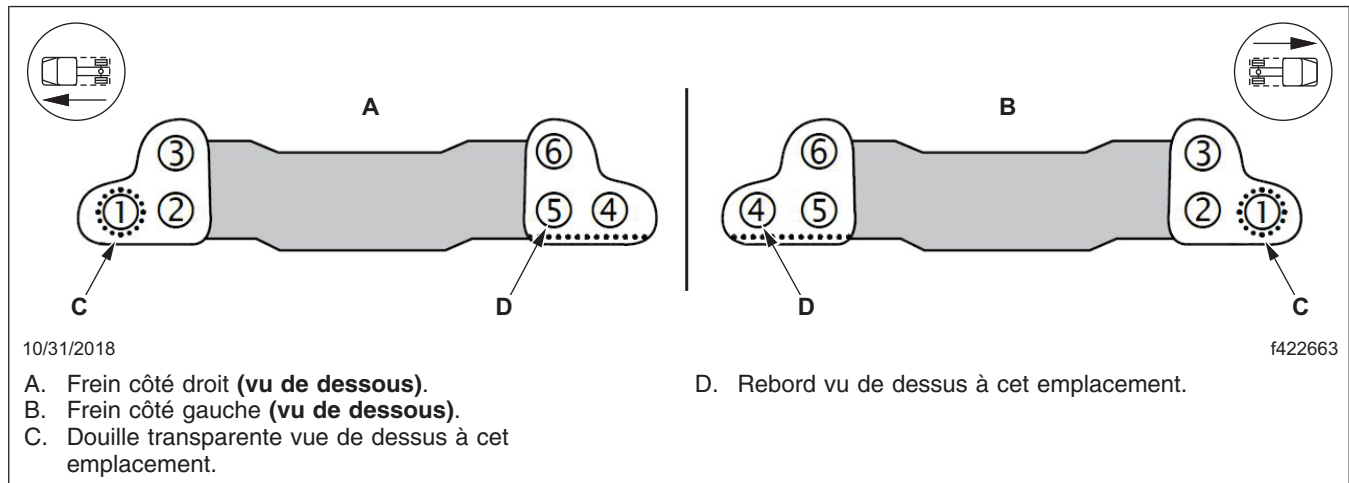

Fig. 4, Séquence de serrage (vue de dessous), étrier Bendix à montage radial
6. Serrez les boulons de fixation du support en deux étapes, en appliquant la séquence indiquée sur la figure 4.